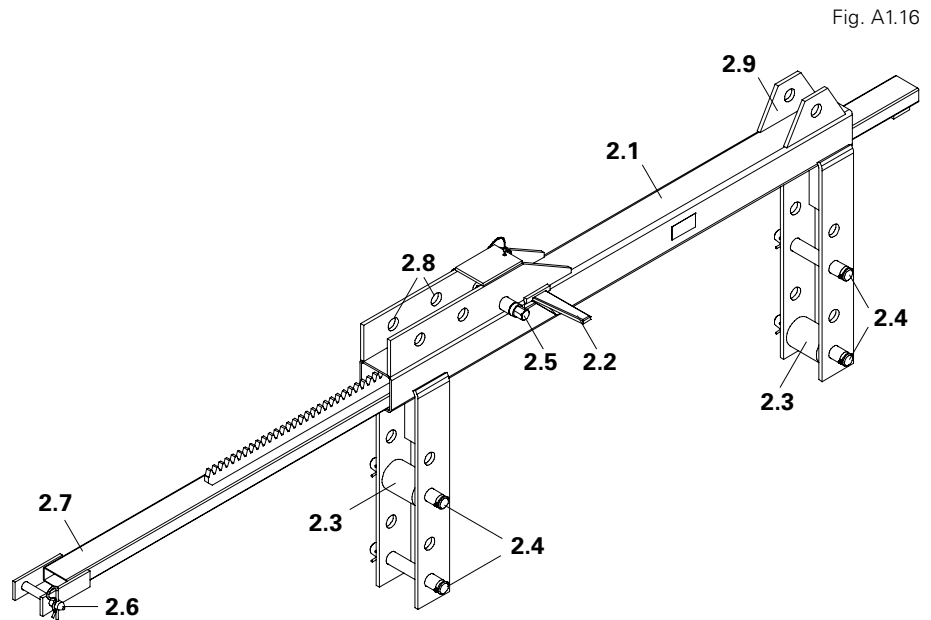

Fig. A1.16
2. Inserire l'asta cremagliera (2.7) nel carrello (2.1). (Fig. A1.16)
4. Rimuovere i due perni inferiori (2.4) e il rullo (2.3) dal carrello. (Fig. A1.16)
8. Inserire il secondo perno dal lato cassaforma e assicurarlo. (Fig. A1.16)